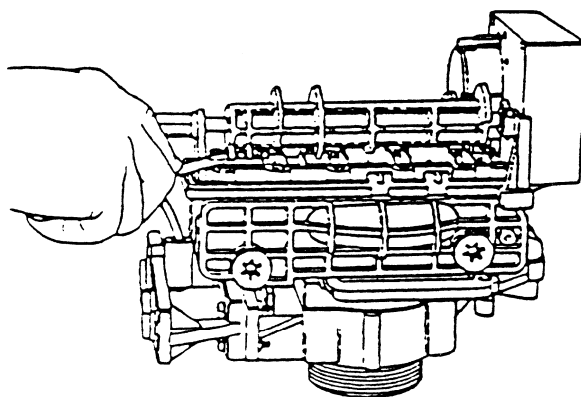

Fig. 9
- Togliere la pressione dall'addolcitore premendo con l'ausilio di un cacciavite la leva posta nel retro della valvola (vedi fig. 9)